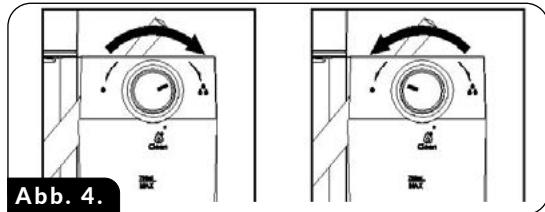

Abb. 4.
HINWEIS! Bevor Sie einen CAPPUCCINO zubereiten, stellen Sie die Milchschaummenge nach Ihren Wünschen ein, indem Sie den Dosierknopf (23) im Uhrzeigersinn drehen, um mehr Schaum zu erhalten, oder gegen den Uhrzeigersinn, um weniger Schaum zu erhalten (Abb. 4). Die Intensität des Schaums kann auch während des Schaumprozesses eingestellt werden.
HINWEIS! Bevor Sie einen LATTE zubereiten, stellen Sie die Milchschaummenge nach Ihren Wünschen ein, indem Sie den Dosierknopf (23) im Uhrzeigersinn drehen, um mehr Schaum zu erhalten, oder gegen den Uhrzeigersinn, um weniger Schaum zu erhalten (Abb. 4). Die Intensität des Schaums kann auch während des Schaumprozesses eingestellt werden.
1. Den ausgewählten Siebeinsatz (13) in den Siebträger (10) einsetzen, mit Kaffee füllen und den Siebtäger in die Kaffeemaschine einsetzen.
2. Überprüfen Sie, ob im Wasserbehälter (15) genügend Wasser und im Milchbehälter (19) genügend Milch vorhanden ist.